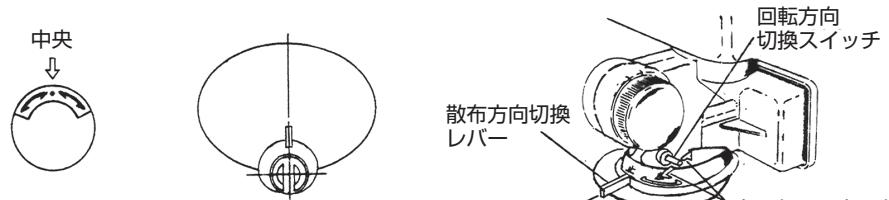
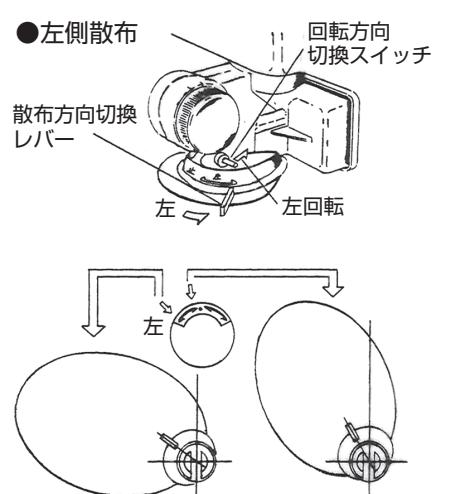
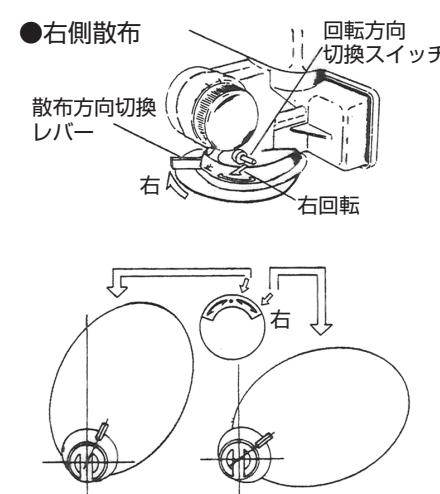

図8
図9
図10
回転方向切換スイッチおよび散布方向切換レバーの位置により正面散布と左側、右側の片側散布の調節ができます。(図8. 図9. 図10)
### 1. 正面散布 (図8)
#### ①左側散布 (図9)
#### ②右側散布 (図10)